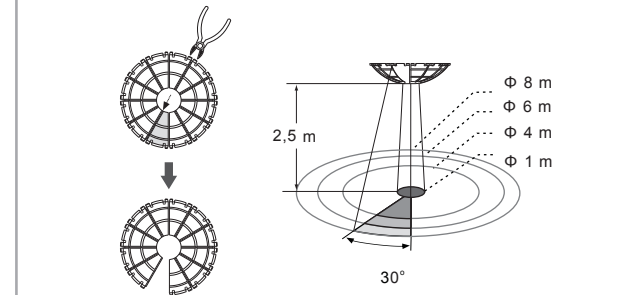

FIG. 16
- Skyggedelen av objektivbeskyttelsen i FIG. 16 refererer til de avkuttete delene.